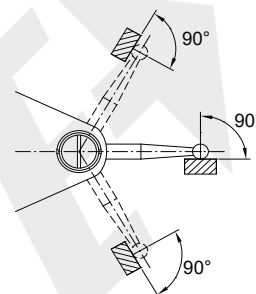
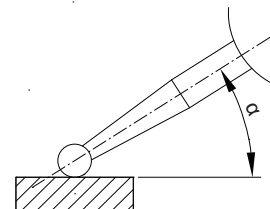

fig.4
fig.5
2. Pendant la mesure, les stylets doivent être verticaux par rapport à la direction de mesure (fig. 4). Lorsque le stylet forme un angle avec la direction de mesure (fig. 5), la correction suivante doit être effectuée.